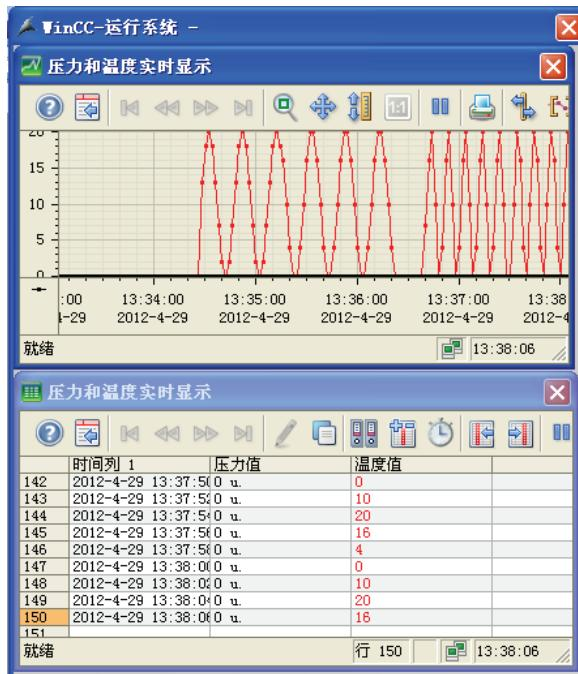

图 7-30 仿真运行
4) 运行输出。单击图形编辑器中工具栏上的“激活”按钮 $\triangleright$ ，归档和显示如图 7-30 所示。